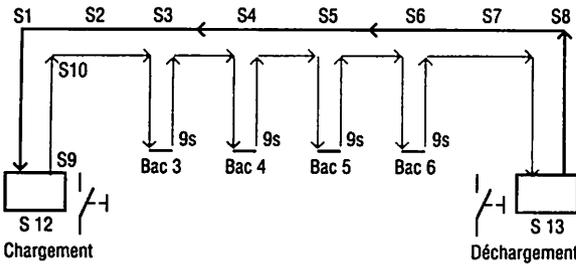
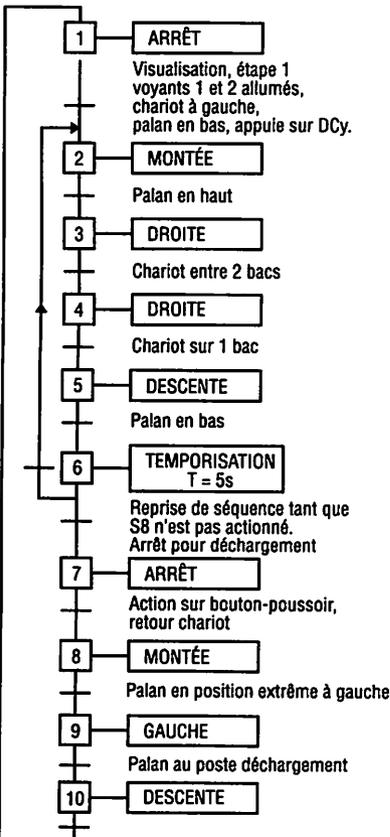

Fig. 5 : Exemple de cycle automatique en rouge avec retour manuel en noir.
Fig. 6 : GRAFCET fonctionnel.
3.1 Cycle à réaliser (fig. 5)
À partir de la représentation des mouvements (fig. 5), on peut établir un GRAFCET fonctionnel linéaire qui reprend cinq fois de suite la succession des mouvements suivants : montée du palan, déplacement à droite, descente, temporisation (fig. 6).